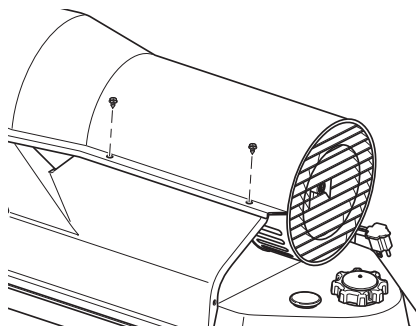

Figure 7 - Enlèvement coquille supérieure
1. Retirez les vis de chaque côté du radiateur à l'aide 5/16" écrou-pilote. Ces vis joindre supérieure et inférieure coquilles. Voir Figure 7.
1. Retirer coque supérieure (voir figure 7).